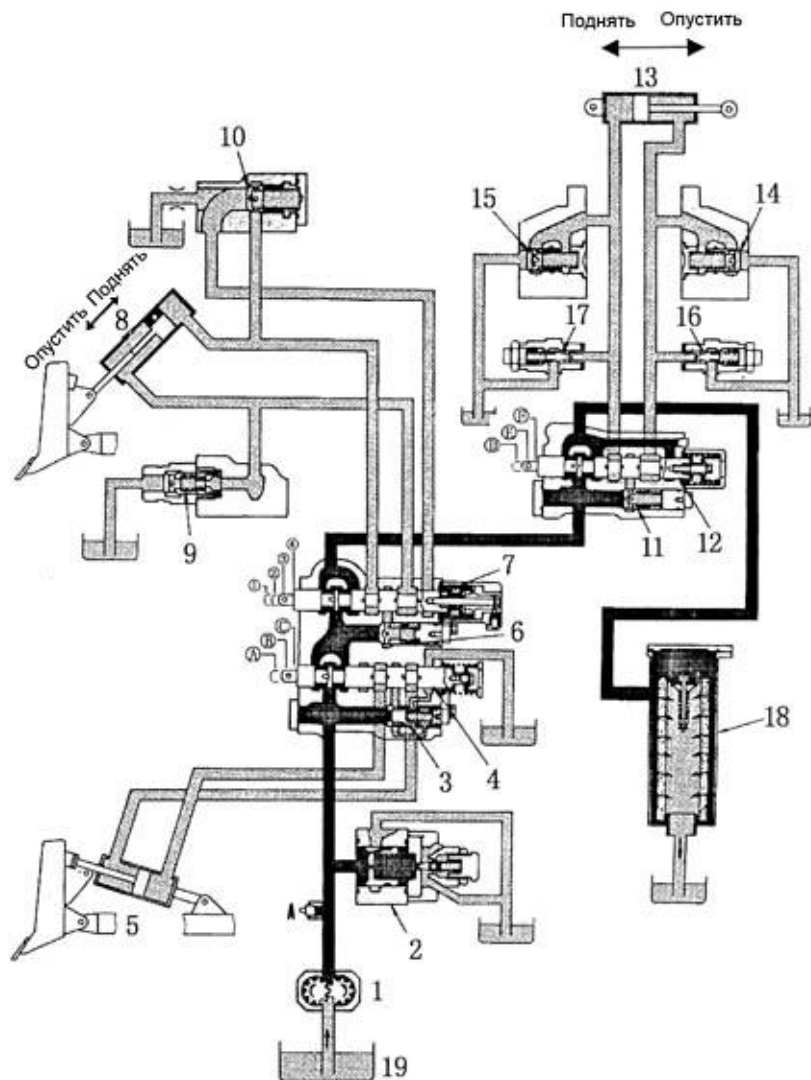

Рис. 5-57. Гидравлическая схема рабочего оборудования бульдозера с прямо наклоняемым отвалом с рыхлителем (SD16, SD16E, SD16L)
Дроссель (3) (Рис. 5-57) установлен для получения идеальной поступательной скорости цилиндра наклона.